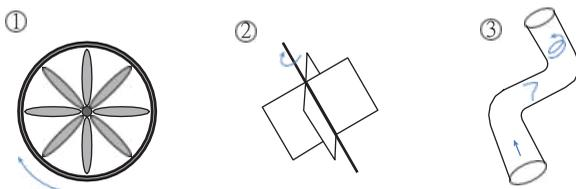

Рисунок 2.9
Турбинный расходомер (1) требует хорошего профиля потока, и он особенно чувствителен к вращающемуся потоку, например, вызванному двойным изгибом вне плоскости (3) (рисунок 2.9). Часто для турбинного расходомера необходим выпрямитель или кондиционер, чтобы иметь возможность измерять свои характеристики.